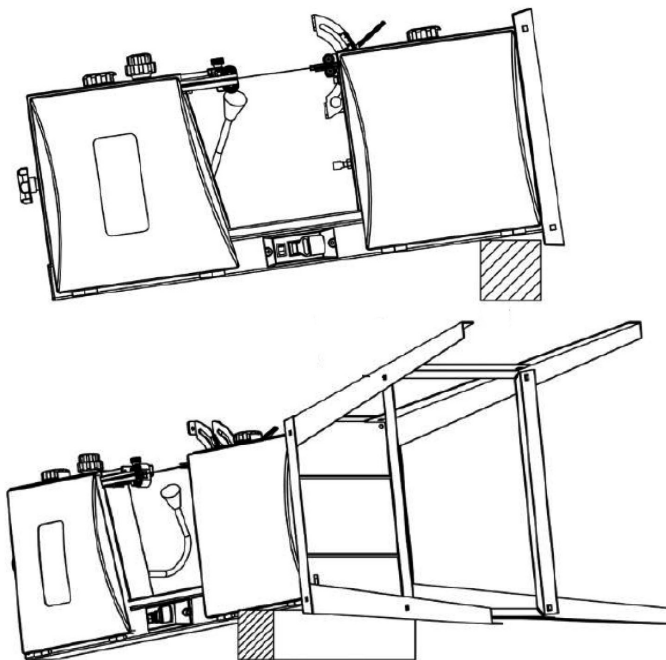

Рис. 6
•Положите станок на раму, предварительно подложив под раму деревянный брус со стороны основания, и прикрепите станину к основанию станка используя четыре болта M6x40 с гайками, четыре пружинных и восемь плоских шайб (рис. 6).